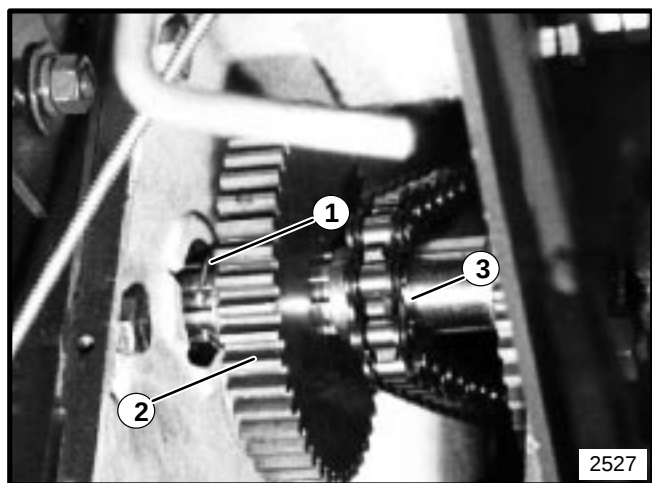

Figura 38
3. Remueva el anillo de la ranura del eje y deslice el engranaje hacia afuera de la unidad. Vea la Figura 38.